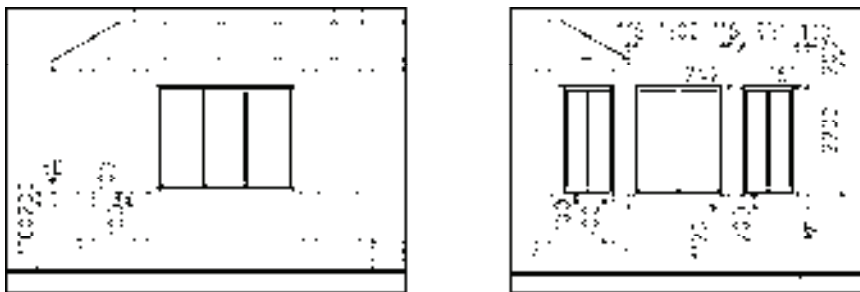

图 13-173 修剪直线
7) 调用“直线”命令、“修剪”命令，绘制并修剪直线，结果如图 13-173 所示。